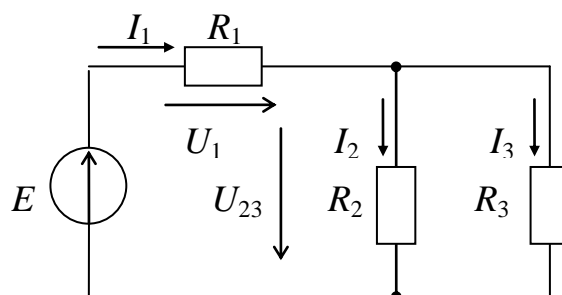

Рисунок 1.3 – Смешанное соединение
2. Собрать на стенде электрическую цепь согласно рабочей схеме рис. 1.3. Установить заданные параметры отдельных элементов цепи и выполнить измерения токов в отдельных ветвях цепи ( $I, I_1, I_2, I_3$ ) и напряжений на отдельных элементах  $U$ . Результаты измерений внести в табл. 1.2.